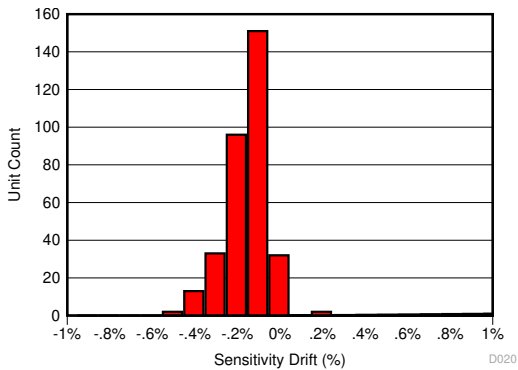
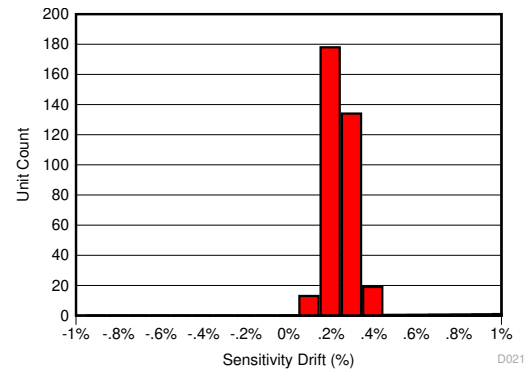
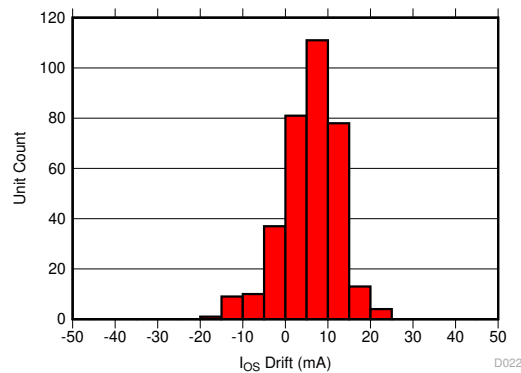

图 9-1. 130°C、85% RH HAST 后的灵敏度误差
图 9-2. AEC-Q100 高温工作寿命应力测试后的灵敏度误差漂移
图 9-3. AEC-Q100 高温工作寿命应力测试后的以输入为基准的失调漂移
TMCS1107 中用于降低温度漂移的相同补偿技术也大大降低了老化、应力和环境条件导致的寿命漂移。由于高工作温度下的老化现象，典型的磁传感器会遭受高达 2% 至 3% 的灵敏度漂移。TMCS1107 极大地改善了寿命漂移，电气特性表针对在三批次 AEC-Q100 认证期间在最坏情况应力测试后测量的总灵敏度误差进行了阐述。AEC-Q100 认证规定的所有其他应力测试产生的灵敏度误差低于指定的值，处于电气特性表中指定的范围内。图 9-1 展示了在进行最坏情况应力测试 ( 即 130°C 和 85% 相对湿度 (RH) 条件下的高加速应力测试 (HAST) ) 后的总灵敏度误差，而图 9-2 和图 9-3 展示了在进行 AEC-Q100 规定的 1000 小时、125°C 高温工作寿命应力测试后的灵敏度和失调误差漂移。该测试模拟了典型的器件寿命操作，表明与典型的磁传感器相比，老化导致的可能的器件性能变化得到了极大的改善。